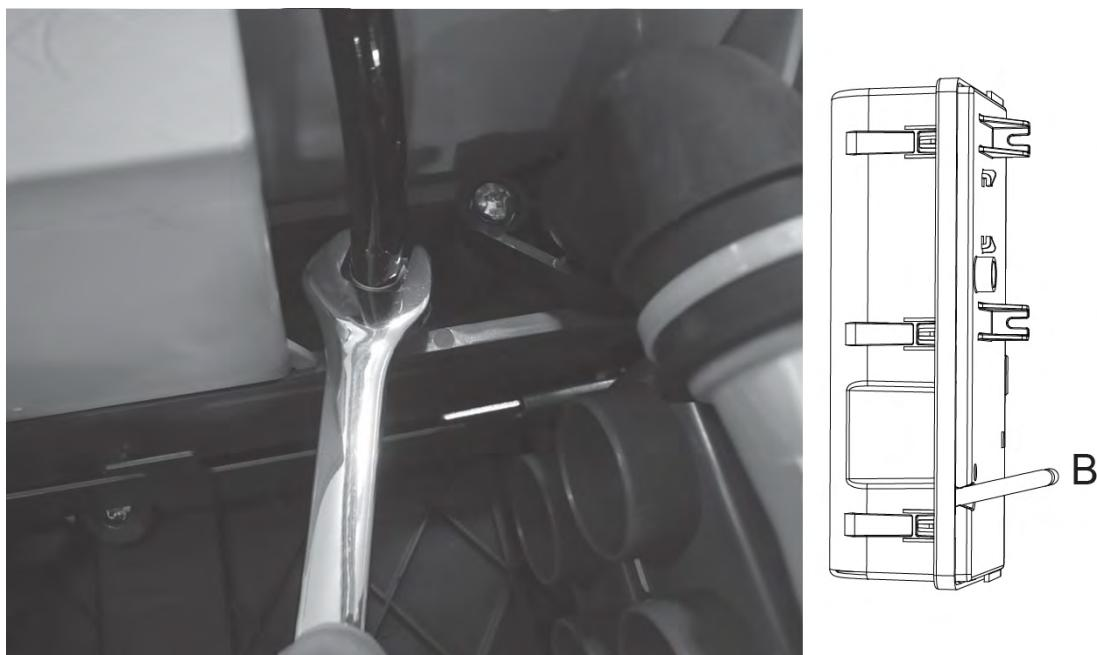

Figure 7-9: Dépose du tube long
6. Utilisez un tournevis plat large ou une clé plate de 10 mm pour enfoncez l'anneau noir à côté du filtre secondaire (B) tout en retirant le tube long de l'autre main (Figure 7-9).